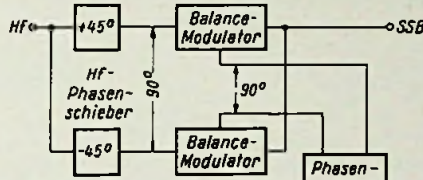
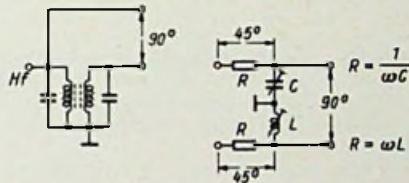
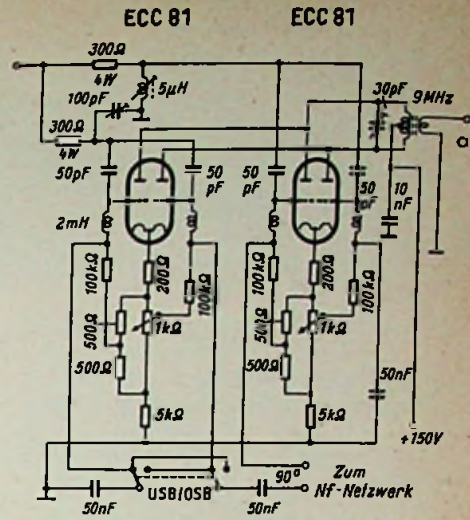

Bild 8. Prinzipschaltbild eines Phasendifferenzsenders
Bild 9. Zwei Verfahren zur Herstellung einer Hf-Phasendifferenz von 90°
Bild 11. SSB-Generator für 9 MHz Festfrequenz. Der Schalter dient zum Wechseln der Seitenbänder. a führt zum Gitter 1 der Mischstufe 3 V_{cc}
a) Kollektorreststrom I_{CO}' bei $I_B = 0$ (Bild 12a). Dieser Stromwert ergibt die Nullkennlinie des Basisstromes im $I_C U_C$ -Kennlinienfeld für Emitttergrundschaltung (s. Bild 8, $I_B = 0$) und erfordert bei dem hier besprochenen Transistortyp eine negative Basisvorspannung von $U_{BE} = -80\text{ mV}$. Der Kollektorstrom $-I_{CO}'$ ist in diesem Fall mit dem Emittterstrom $+I_E$ identisch und der Strom fließt nur über die Serienschaltung der beiden
Bild 11. Reststrombereich des Transistors nach Bild 9, jedoch in linearer Darstellung. Außerdem ist die Kennlinie des Emittterstromes I_E eingezeichnet. Die Pfeile geben die Richtung des Elektronenstromes in den Zuleitungen an
b) Kollektorreststrom I_{ck} bei $U_{be} = 0$ (Bild 12b). Dieser Stromwert ergibt die Nullkennlinie der Basisspannung im $I_c U_c$ -Kennlinienfeld in Emittiergrundschaltung (Bild 8, $U_b = 0$). Die Emittierdiode arbeitet dabei infolge des inneren Spannungsabfalles in der Halbleiterschicht noch in Durchlaßrichtung. Dieser Arbeitspunkt stellt sich auch bei gleichstrommäßigem Kurzschluß zwischen Basis und Emittier ein, wie der Schnittpunkt der in Bild 11 von Null aus gezeichneten Widerstandsgeraden für $R_{be} = 0$ mit der I_b -Kennlinie zeigt. Praktisch kann ein solcher Arbeitspunkt durch direkte Ankopplung einer innenwiderstandslosen Stromquelle ($R_q = 0$) eingestellt werden. Sinngemäß kann man daher I_{ck} als Kurzschluß-Kollektorreststrom in Emitterschaltung bezeichnen.
c) Kollektorreststrom I_{c0} bei $I_c = 0$ (Bild 12c). Dieser Stromwert ergibt die Nullkennlinie eines $I_c U_c$ -Kennlinienfeldes, bei dem der Emittierstrom als Parameter aufgetragen ist. Dies ist die Kennliniendarstellung für die Basisgrundschaltung³⁾. Der Kollektorstrom I_{c0} ist in diesem Fall mit dem Basisstrom I_b identisch und der Strom fließt nur über die Kollektordiode, wobei der Basisstrom positiv ist (Elektronen fließen aus der Basis heraus). Zur Einstellung dieses Kennlinienpunktes ist eine positive Basisspannung von einigen Zehntel Volt erforderlich, um den inneren Spannungsabfall zu kompensieren. Dieser Punkt stellt sich aber auch bei offenem Emittier ein, wie der Schnittpunkt der in Bild 11 von Null aus gezeichneten Widerstandsgeraden für $R_{be} = \infty$ mit der I_c -Kennlinie ergibt. In diesem Fall erhält die Emittierdiode ebenfalls keine Vorspannung. Der Strom I_{c0} ist daher praktisch der Sperrstrom der Kollektordiode. Man bezeichnet I_{c0} auch als Kollektorreststrom in Basischaltung.
e) Sättigungsströme I_{cs} , I_{es} und I_{bs} (Bild 12e). Legt man an die Emittierdiode eine höhere Sperrspannung ($U_{be} \gg 0,1$ V), dann ergeben sich die in Bild 9 und 11 ersichtlichen Sättigungswerte der drei Ströme, wobei I_{cs} und I_{es} negativ und I_{bs} positiv werden. Der Absolutwert von I_{bs} muß daher größer sein als I_{cs} . Wegen der verschiedenen Leitfähigkeit der Schichten sind jedoch die Sperrströme der beiden Übergänge verschieden groß und das Verhältnis wird nicht 2:1.
Die erzielbare Leistungsverstärkung wird allerdings im Reststromgebiet durch die ungünstigeren Wechselstrom-Kennwerte geringer. Wie aus der tangentiellen Neigung der Kennlinien in Bild 11 ersichtlich, nimmt die Steilheit S (Tangente der $I_c U_b$ -Kennlinie) bei kleinen Werten des Kollektorstromes stark ab. Da S quadratisch in die Leistungsverstärkung eingeht, wird diese Abnahme nur zum Teil durch die Zunahme des Eingangswiderstandes R_e (Tangente der $I_b U_b$ -Kennlinie)
kompensiert. Außerdem muß bei dem relativ großen Innenwiderstand R_i bei kleinen Kollektorströmen (Neigung der Steuerkennlinie im $I_c U_c$ -Kennlinienfeld, Bild 8) und RC-Kopplung mit starker ausgangsseitiger Fehlanpassung gerechnet werden. Trotzdem kann dieser Arbeitsbereich von Interesse sein, wenn auf möglichst geringen Stromverbrauch besonderes Gewicht gelegt wird.
Die Bedeutung der Restströme wird praktisch noch durch den starken Temperatureinfluß erhöht, der durch die Kennlinienverschiebung im Bild 9 ersichtlich ist. Die Ursache hierfür liegt in der den Emissions-effekt bestimmenden Wärmebewegung der Ladungsträger, die durch die Temperaturspannung U_T ausgedrückt wird und eine exponentielle Zunahme der Transistorströme mit wachsender Kristalltemperatur zur Folge hat⁴⁾. Da letztere beim Transistor im Gegensatz zur Röhre im Bereich der Umgebungstemperatur liegt, so kommen die Änderungen der Raumtemperatur praktisch in vollem Umfang zur Wirkung.
In Bild 5 (FUNKSCHAU 1957, Heft 21, S. 581) und Bild 8 (FUNKSCHAU 1957, Heft 22, S. 609) ist der Kennlinienparameter $U_b = -50$ mV in $U_b = -100$ mV zu ändern.
Wer nicht gern Filter abgleichen oder auch keine fertigen Filter kaufen möchte, der kann zur Einseitenbandmodulation Schaltungen verwenden, die nach der Phasenschiebermethode arbeiten. Hierbei werden zwei Balancemodulatoren, von denen jeder ein Doppelseitenbandsignal ohne Träger erzeugt, mit ihren Ausgängen parallel geschaltet. Die Hoch- und Niederfrequenzspannung werden aber beiden Modulatoren mit einer Phasendifferenz von je 90° zugeführt, so daß in dem gemeinsamen Ausgangskreis ein Seitenband ausgelöscht und das andere angehoben wird (Bild 8). Die phasenverschobene Hf-Spannung wird entweder mit einem Bandfilter oder mit einem RC-RL-Netzwerk nach Bild 9 erzeugt.
des Balancemodulators nach Bild 3¹⁾ auf diese Stufen verzichtet werden kann, ohne daß die Seitenbandunterdrückung wesentlich schlechter wird. Eine entsprechende Schaltung zeigt Bild 11. Die beiden Hochfrequenzphasenschieber arbeiten nur auf einer Frequenz exakt, so daß man sie bei Frequenzwechsel nachstimmen müßte (auf dieses Problem soll später noch genauer eingegangen werden). Vertauscht man die beiden Niederfrequenzleitungen hinter dem Netzwerk, so werden die Seitenbänder gewechselt. Mit der Schaltung kann auch normale Amplitudenmodulation gefahren werden. Dazu werden mit einem Schalter in den Katodenzuleitungen einfach drei der vier Trioden abgeschaltet.
Es soll aber auch nicht verschwiegen werden, daß der Aufbau eines Phasenschiebersenders viel schwieriger ist. Die Verdrahtung muß sehr sorgfältig und genau symmetrisch ausgeführt werden, wenn man Mißerfolge vermeiden will. Die theoretisch erreichbare Seitenbandunterdrückung hängt von den verwendeten Netzwerken ab, bei der Schaltung nach Bild 11 beträgt sie 39 dB. Bei einigermaßen sorgfältigem Aufbau kann man 35 dB tatsächlich erreichen, was durchaus genügt. Es ist für den Amateur nicht nötig, mit der Seitenbandunterdrückung wesentlich höher zu gehen, da die Verzerrungsprodukte der Senderstufe stets in der gleichen Größenordnung liegen (etwa bei -40 dB). Die Bilder 11a und 11b zeigen Einzelheiten aus dem vom Verfasser gebauten Einseitenbandsender.
Bild 11a. Verdrahtung des Steuersenders nach Bild 11. Links der Hf-Verstärker mit dem Phasenschieber-Netzwerk, in der Mitte oben die beiden Träger-Balanceregler. Betriebsartumschalter und Abschirmwände sind entfernt. Darunter der 9-MHz-Kristalloszillator